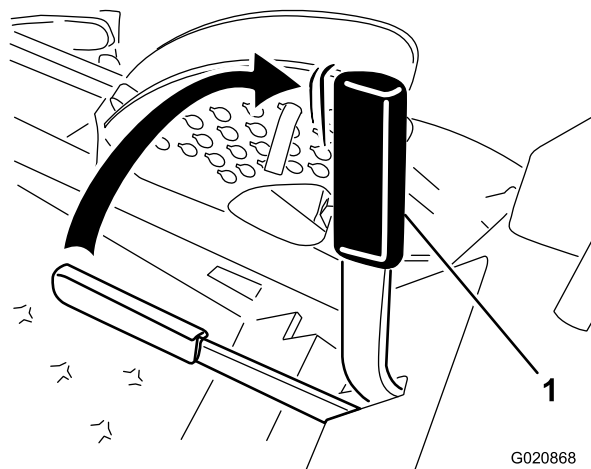

Рисунок 13
2. Для включения стояночного тормоза потяните вверх и назад его рычаг (Рисунок 13).